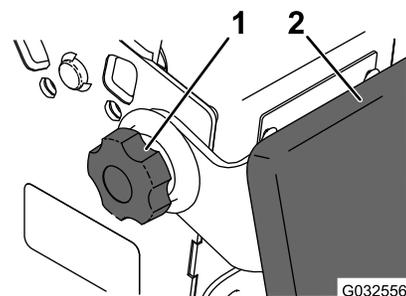

Figure 27
2. Desserrez les boutons rotatifs de chaque côté de la machine (Figure 27).